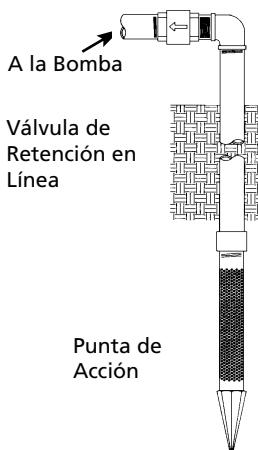

Figura 3
1. Instale una válvula de aspiración en la primera sección del tubo (Figura 3, Ilustración A).
NOTA: Se puede instalar en el pozo una válvula de aspiración de tipo tampon (Figura 3, Ilustración B). Este de tipo de válvula de aspiración permite que el pozo se llene con agua cuando se está cebando y permite verificar con mayor facilidad si hay escapes en la tubería de ingreso. Cuando instale la válvula de aspiración de tipo tampon siga las instrucciones del fabricante.
Como alternativa, se puede usar una válvula unidireccional en la tubería de un pozo excavado (Figura 3, Ilustración C). La tubería entre la válvula unidireccional y el nivel de agua estará siempre bajo un vacío.